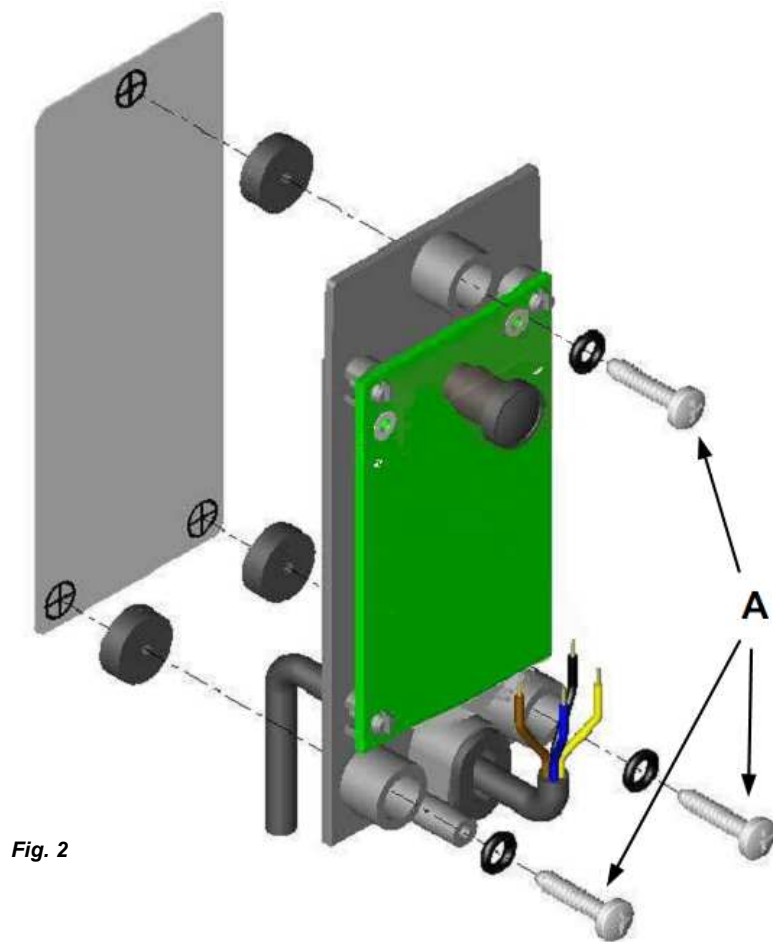

Fig. 2
- Befestigen Sie die Fotozellen unter Verwendung der mitgelieferten Bohrschablonen (Abb. 2)
- Richten Sie das Bündel am Empfänger aus durch Drehen an den vorgesehenen mitgelieferten Befestigungsschrauben "A" (Abb. 2) sowohl am Empfänger als auch am Sender aus.
- Fije las fotocélulas utilizando las plantillas de perforación suministradas (Fig. 2)
- Realice la alineación del haz al receptor regulando los correspondientes tornillos de fijación "A" (Fig. 2) suministrados, en el receptor y en el transmisor.